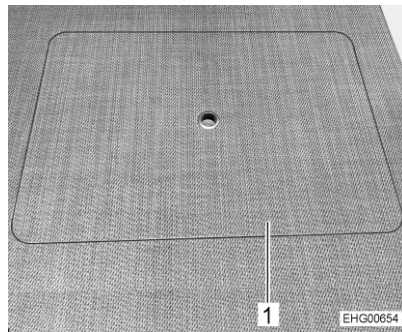

Bild 26 Servicedeckel Doppelboden
- Einen der Servicedeckel (Bild 26,1) im Wohnraum öffnen.